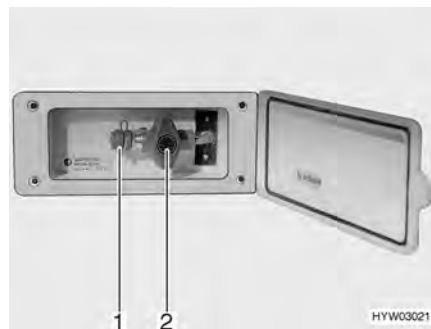

Fig. 101 Raccordement externe de gaz avec robinet d'arrêt de gaz fermé
Le raccordement externe de gaz (Fig. 101) se trouve, selon les modèles, à l'arrière ou sur le côté gauche ou droit du véhicule.
- Raccorder l'appareil à gaz externe sur le raccord (Fig. 101,1).
- Ouvrir le robinet d'arrêt de gaz (Fig. 101,2).